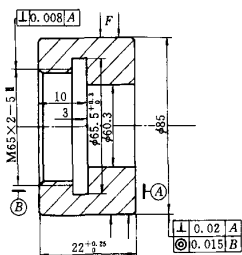

图 2
(2) 工装的设计原因 2002 年我厂购买了部分数控车床。由于设备的更新, 要求必须设计新的适合数控加工的工装夹具, 以此来达到生产和质量的要求。
(3) 工装的设计思路 为了能较好地保证薄壁零件内外径的同轴度, 设计最好采用一次装夹车削内外径的方法。因为数控车床自动换刀很方便, 不存在重复定位误差。为了保证工件不变形, 必须协调解决夹紧力, 避免夹紧力直接作用在工件上。我们设计了如下工装, 完全解决了上述问题。本人直接参与了该夹具的设计和改进, 觉得此种夹具应是一种值得推广的先进夹具。现介绍如下。工装简图 (见图 2)。